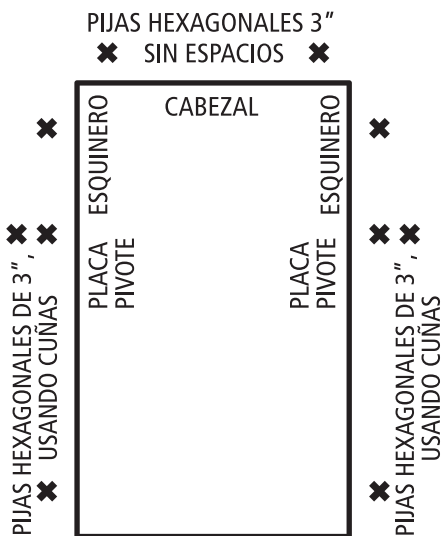
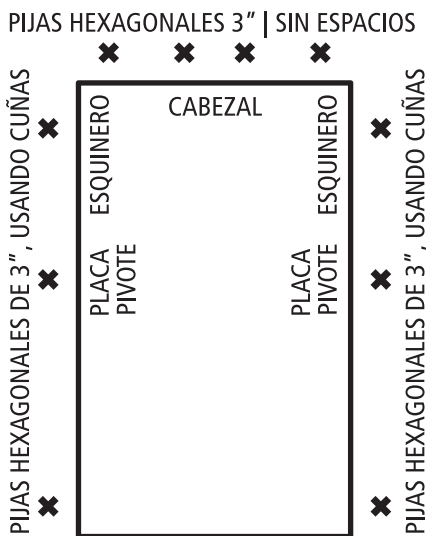

FIGURA 8: Modelos de madera
FIGURA 9: Modelos de Aluminio
A. La escalera viene con agujeros pre-perforados para instalación permanente, los agujeros para la instalación permanente se muestran en la Figura 8 para los modelos de madera y en la Figura 9 para los modelos de aluminio. Use cuñas cuando sea necesario para llenar el espacio entre el marco de la escalera y abertura en el techo, en lugares pre-perforados. Usando la broca de 1/8", perforo orificios guía a través de cuña hasta las vigas del techo y el cabezal.